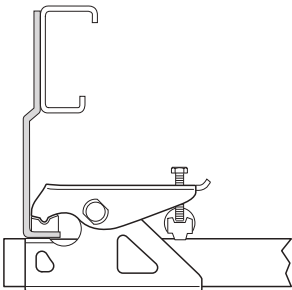
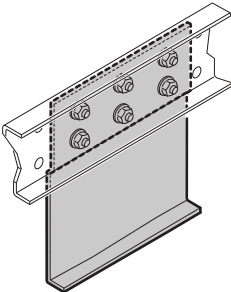

Fig. 8
Fig. 9
- Placas de montaje para la nivelación de altura para chasis estándar con perfil en L o perfil en U y/o para puentado de tirantes de refuerzo con sistema de fijación estándar (Fig. 8) (Fig. 9).